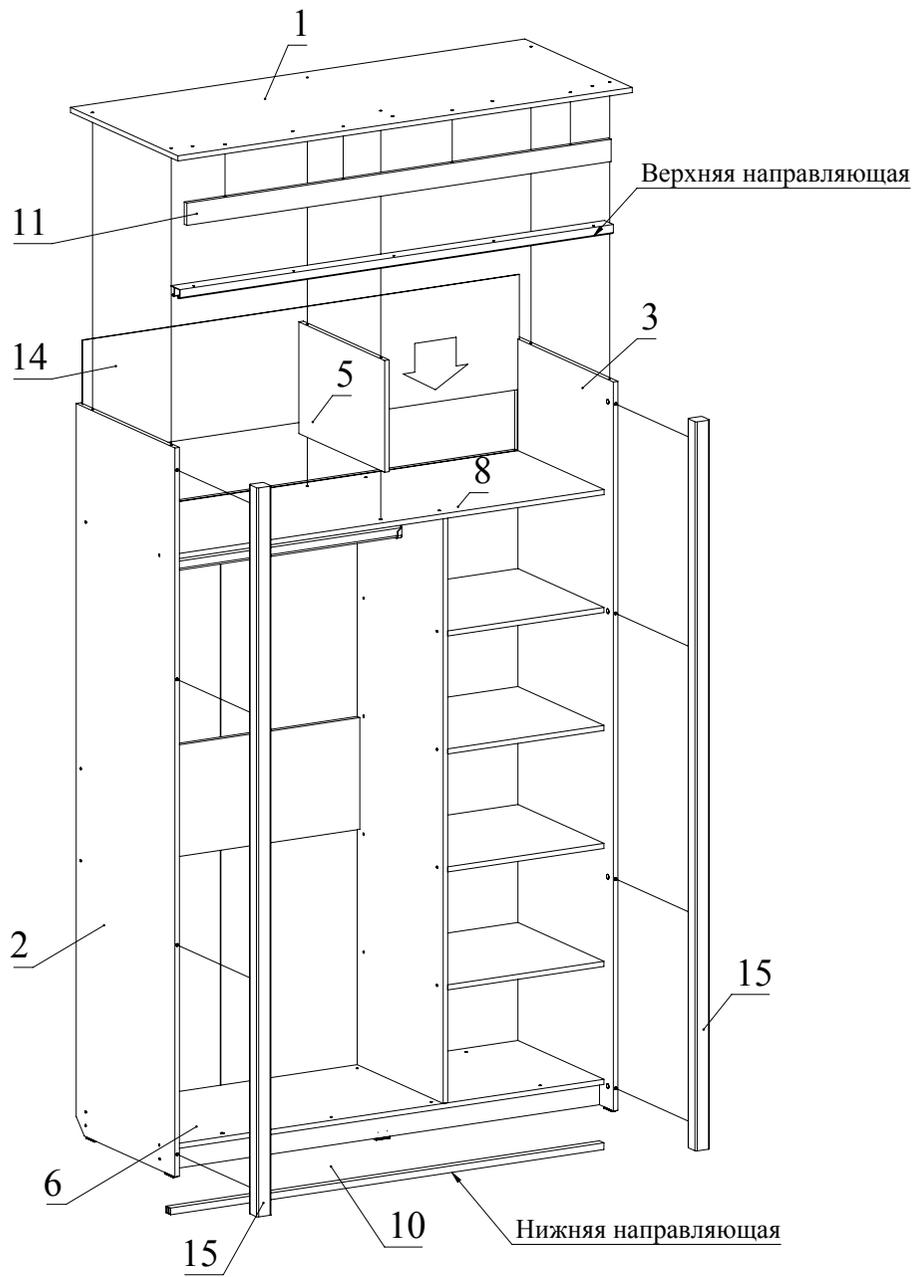

Рис.7
7. С помощью конфирматов прикрепите деталь 11 к детали 1 (Рис.7).
8. Вставьте деталь 14 в пазы деталей 2, 3, 8. С помощью конфирматов соедините деталь 5 с деталью 8, затем соедините деталь 1 с деталями 2, 3 и 5. Соедините детали 15 с деталями 2, 3 и затяните головки минифксов (Рис. 7).